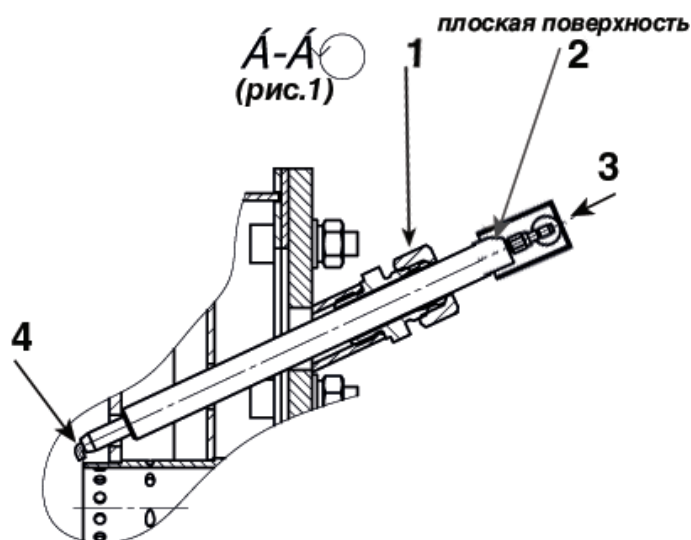

Рис. 3. Установка электрода розжига
- ▷ Ослабить втулку электрода розжига (рис.3), так чтобы изолятор легко передвигался.